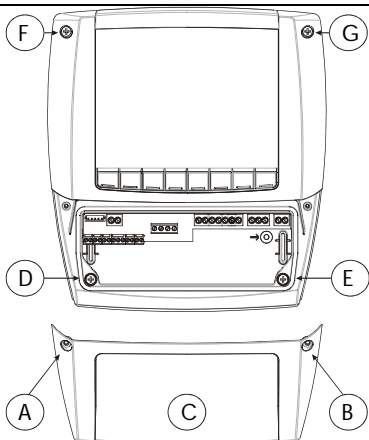

Рис. 1
1. Отвинтите 4 передних винта (Рис. 1, А, В, F, G) и снимите крышку (Рис. 1, С).
2. Отвинтите 2 винта (Рис. 1, D, Е), которые соединяют переднюю и нижнюю части контроллера Cool Mate и разделите эти 2 части.
7. Установите переднюю часть, используя снятые ранее 4 винта: Рис. 1, D, Е, F, G. (не прилагайте чрезмерных усилий, чтобы избежать деформации пластика).
2. Отвинтите 4 передних винта (Рис. 1, А, В, F, G) и снимите крышку (Рис. 1, С).
3. Отвинтите 2 винта (Рис. 1, D, Е), которые соединяют переднюю и нижнюю части контроллера Cool Mate и разделите эти 2 части.
8. Соедините заднюю и переднюю части, при этом панель располагается между ними, и закрепите их 4 винтами, которые были сняты ранее (размер 4x35мм), вставив их в отверстия, показанные на Рис. 1, А, В, D, Е. Максимальная толщина панели: 6мм.